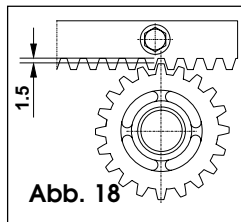

Abb. 18
- Nach Abschluß der Installation der Zahnstange sollte der Getriebemotor um ca. 1,5 mm (Abb. 18) abgesenkt werden, um ein korrektes Ineinandergreifen mit dem Ritzel zu gewährleisten.